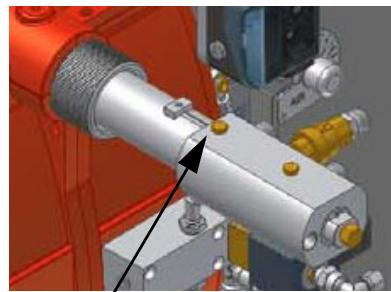

Рис. 26
- 10 Давление питания форсунки уже отрегулировано заранее на заводе-изготовителе и не должно изменяться. Только в случае необходимости, отрегулировать давление питания (см. соответствующий параграф) следующим образом: установить манометр в положение, указанное на Рис. 26, воздействовать на регулировочный винт **VR** насоса (см. Рис. 25) до получения на форсунке давления в 25 бар (форсунки Fluidics - см. график на Рис. 24);